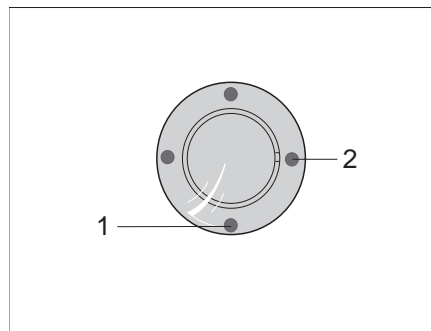
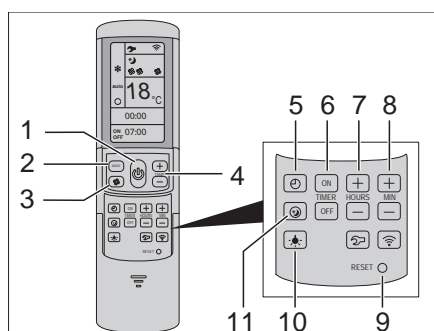

Bild 206 IR-mottagare/funktionsindikering
Bild 207 Fjärrstyrning
Klimatanläggningen är monterad på fordonets tak. Fjärrstyrningen (Bild 207) för klimatanläggningen finns i köket.
- Klimatanläggningen är driftklar. Den blåa lysdioden (Bild 206,1) lyser.
- Tryck på knappen (Bild 207,1) på fjärrstyrningen för att slå på. Den blåa lysdioden (Bild 206,1) blinkar.
- Ställ in önskat driftläge med knappen MODE (Bild 207,2).
- Ställ vid behov in önskat fläktsteg med knappen (Bild 207,3) och rumstemperaturen med knapparna (Bild 207,4).
Nås den inställda temperaturen på fjärrstyrningen slocknar den blåa lysdioden (Bild 206,1), kompressorn stängs av och cirkulationsfläkten körs vidare.
- Tryck på knappen (Bild 207,1) på fjärrstyrningen igen.
- Slå på med knappen (Bild 207,1) på fjärrstyrningen för programmering av klimatanläggningen.
- Ställ in önskat driftläge med knappen (Bild 207,2) och rumstemperaturen med knapparna (Bild 207,4).
- Välj önskad funktion med knapparna (Bild 207,6).
- Välj önskad kopplingstid (15 minuter till 24 timmar) med knapparna (Bild 207,7 och 8).
- Bekräfta inställningen med knapparna "ON" eller "OFF" (Bild 207,6).